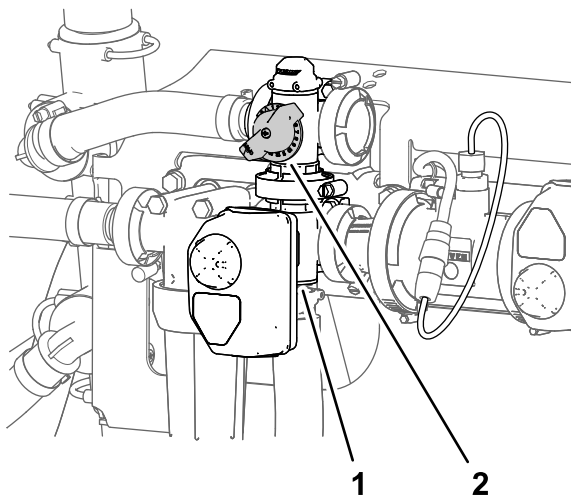

Bild 31
11. Stellen Sie das Rührwerksicherheitsventil (Bild 31) hinten am Rührwerkventil so lange ein, bis das Druckmanometer für den Druck des Sprühsystems 6,89 bar anzeigt.